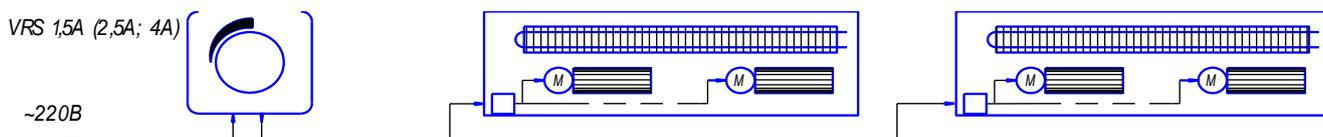

Рис. 6 Схема ручного управления оборотами вентиляторов.
6.4. Профилированные корпуса конвекторов изготавливаются из стального листа толщиной 0,8мм, а также по заказу - из нержавеющей стали. **Корпуса конвекторов из нержавеющей стали, как правило, изготавливаются корытообразной формы с уклонами и выпускным патрубком для стока попадающей в корпус жидкости.** Корпус после покраски окантовывается декоративным алюминиевым профилем. Монтажные отверстия под подводящий трубопровод располагаются на торцевых поверхностях корпуса (см. рис.6, 7, 8). По заказу монтажные отверстия выполняются на боковых или донной поверхностях корпуса конвектора.
Применяя различные по мощности регуляторы, можно подобрать один регулятор на несколько приборов (рис.6). Подбор регуляторов оборотов производится по количеству вентиляторов, присоединяемых на один регулятор (см. табл.2). Количество вентиляторов в различных моделях конвекторов «Бриз В» - см.табл.7, 9.